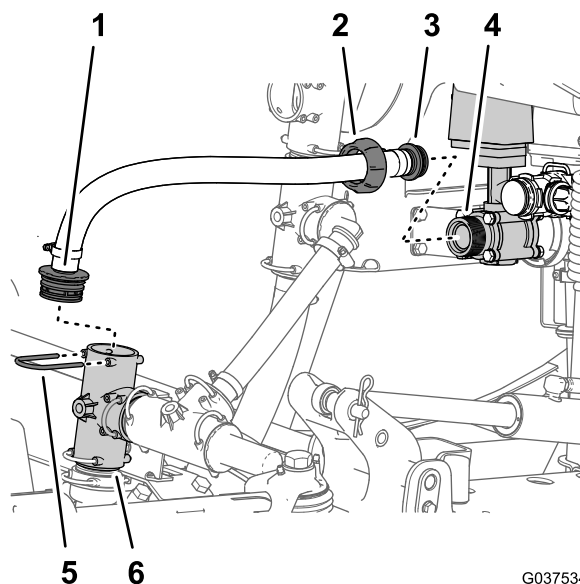

Figura 37
4. Allentate completamente il dado ad alette per il flessibile di alimentazione dell'irroratrice dal raccordo filettato della valvola di comando principale (Figura 37).
5. Rimuovete il fermo che fissa il raccordo diritto dentellato del flessibile di alimentazione dell'irroratrice e il raccordo a T alla pompa dell'irroratrice (Figura 37).
6. Rimuovete il flessibile di alimentazione dell'irroratrice dalla macchina (Figura 37).